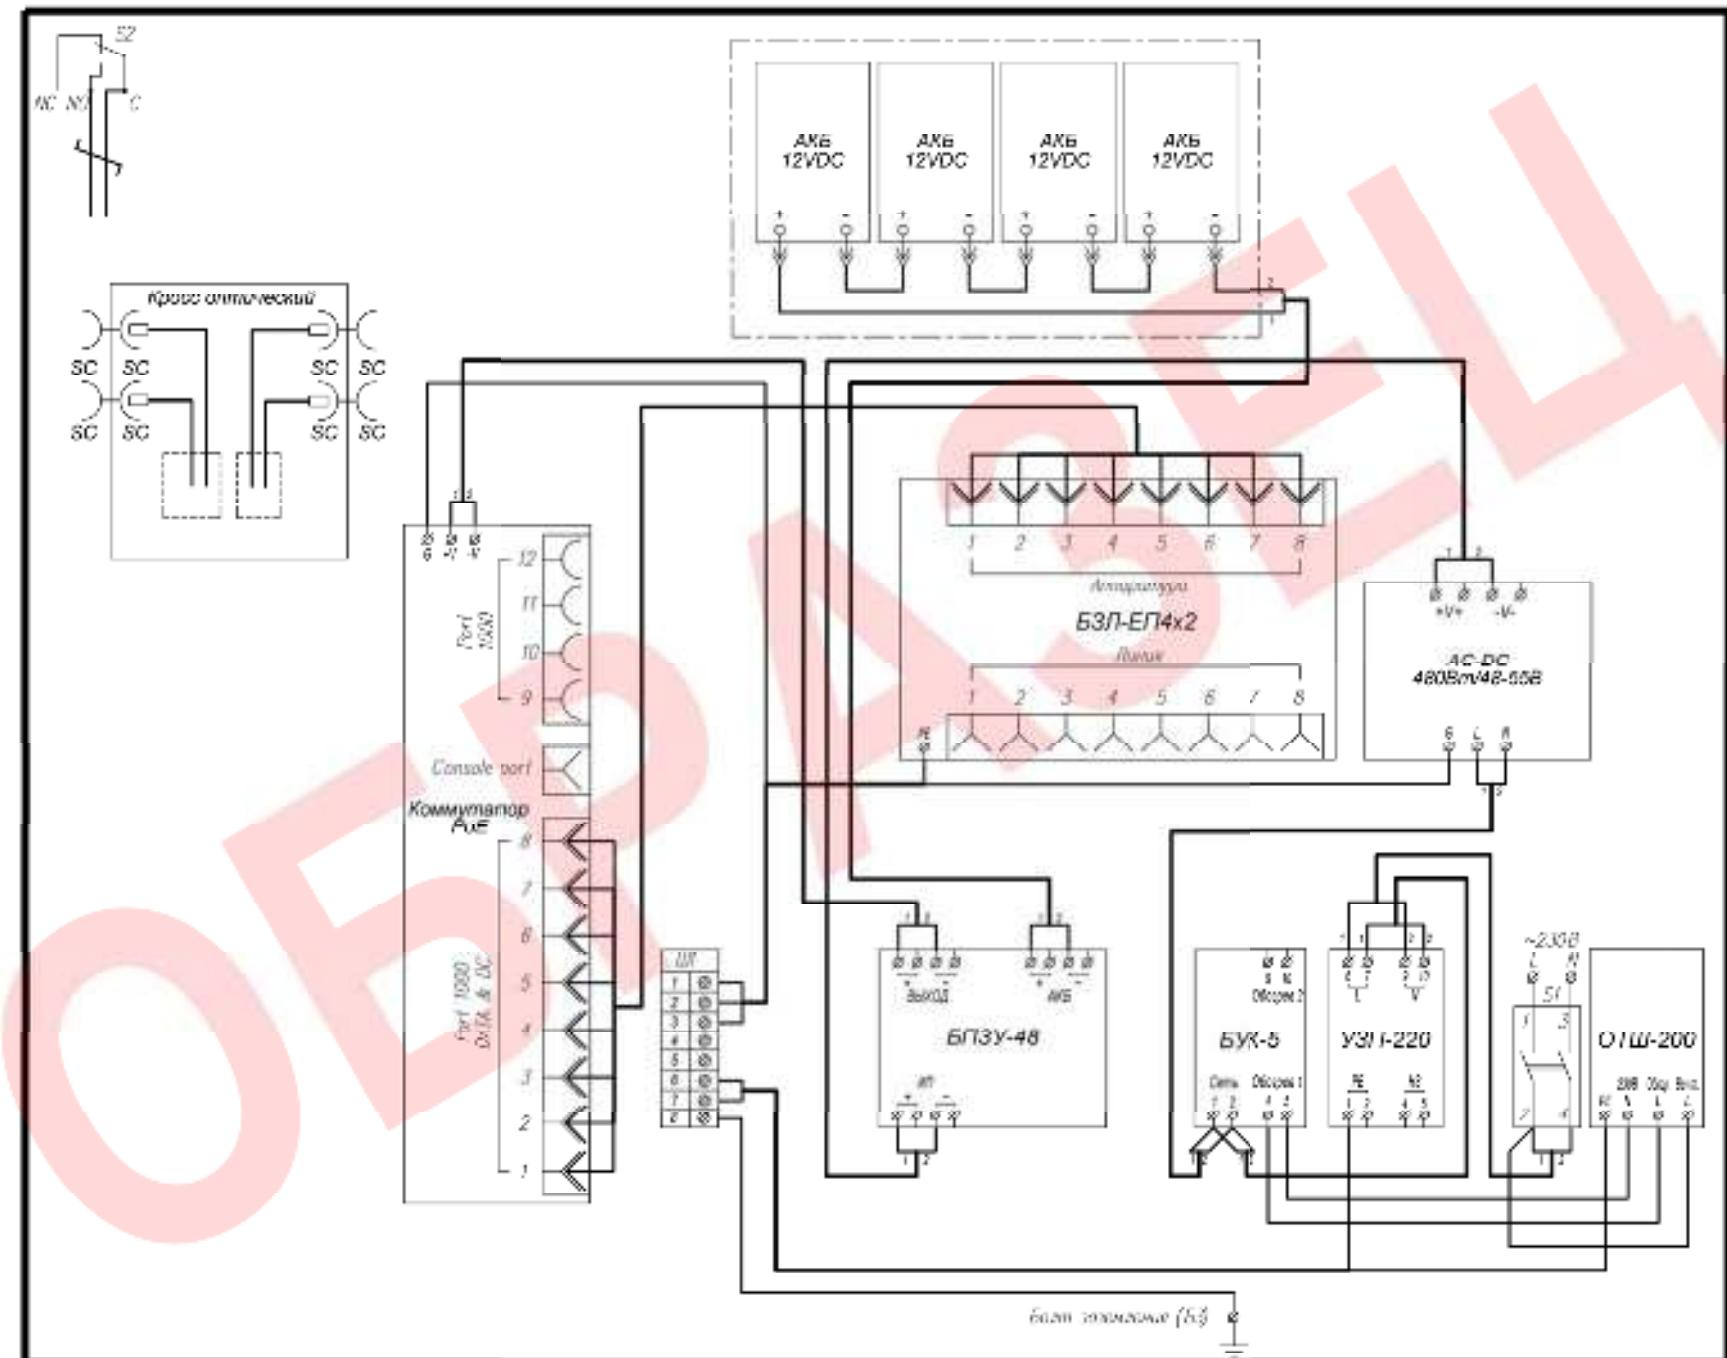

Рис.1 Схема электрическая принципиальная
- 4. Подключить АКБ к БПЗУ-48 согласно схеме (рис.1).
- 7. Подключить кабель питания к входу автомата питания S1 (сечение подключаемых проводов до 25 мм²), при этом фазный провод (L) соединить с контактом 1, нулевой провод (N) с контактом 3.
1. Заземлить изделие при помощи болта заземления (Б3)(рис.1).